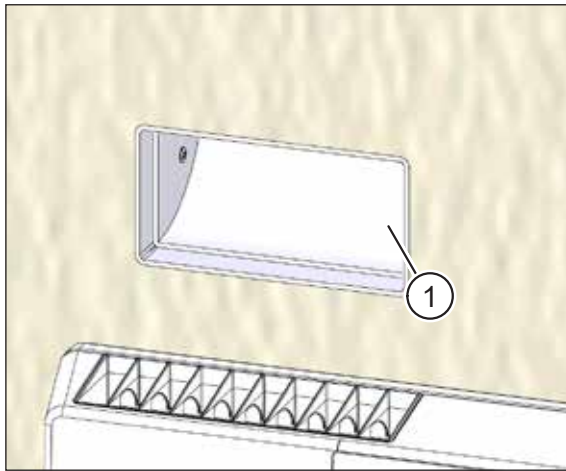

Abb. 50: Kanalanschluss reinigen
- ▶ Entfernen Sie ggf. Verunreinigungen (z. B. Putzreste), die sich in den Kanalanschlüssen in der Wand (Pos. 1 in Abb. 50) befinden.